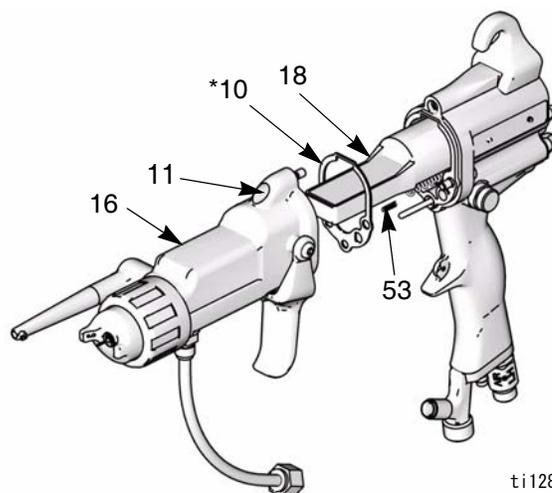

図 17. バレルの取り付け
1. ガasket (10*) と接地スプリング (53) があるべきところにあることを確認して下さい。通気孔が適切に配列されていることを確認します。損傷がある場合は交換して下さい。図 17 をご参照下さい。
2. 電源 (18) の上部とガンハンドル (17) の上にバレル (16) を置きます。
3. 反対側に、そして均等に3つのネジ (11) を締めます (ぴったり止まる部分より約 1/2 超えた部分)。